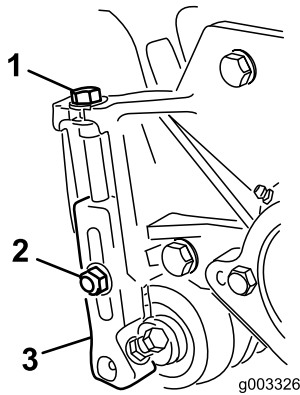

Figura 22
1. Desaperte as porcas de bloqueio que fixam os braços da altura de corte às placas laterais da unidade de corte (Figura 22).